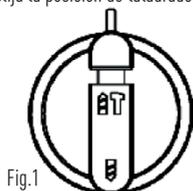

Fig.1
- El funcionamiento de la caja de cambios para cada aplicación se establece con el interruptor de selección del modo de función (4). Para cambiar entre funciones, apriete y gire el selector hasta el modo de funcionamiento deseado.
- Para taladrar e impactar simultáneamente en hormigón o mampostería, elija la posición de taladrado con martillo. (Fig.1)